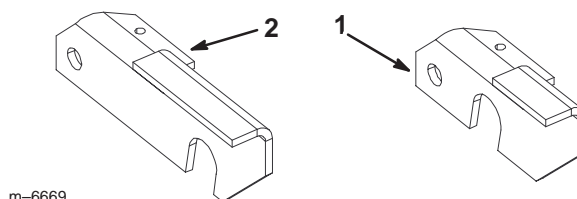

Figure 11
4. Sélectionnez le verrou qui convient en vous reportant à la Figure 11.